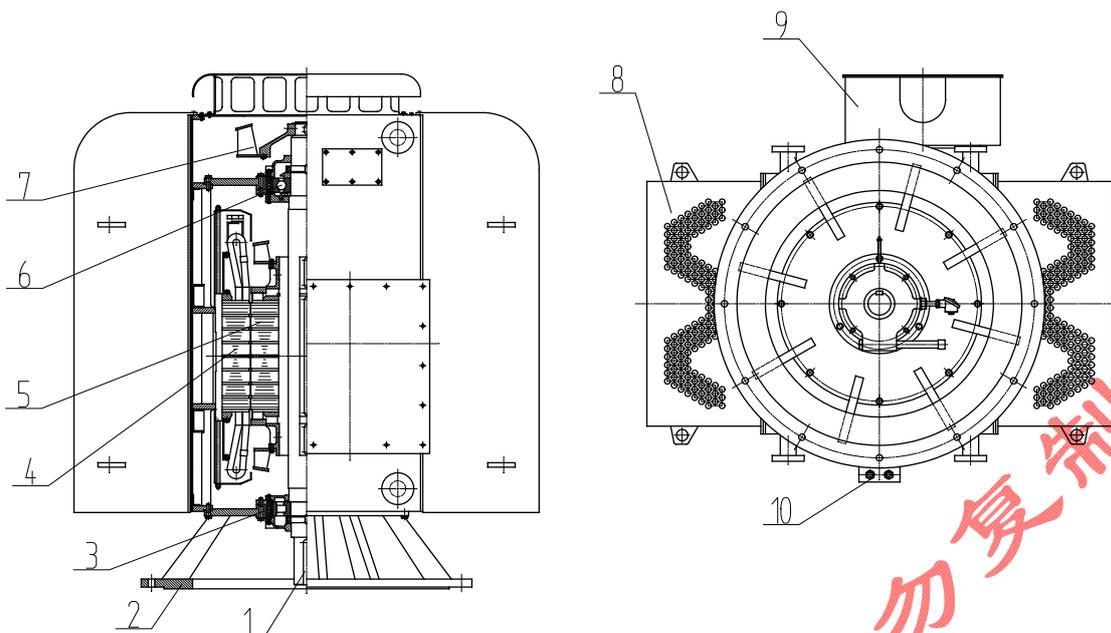

图 1-9 立式安装电动机结构示意图(主视图半剖)
1.4.3.8 立式安装电动机（图 1-9 为鼠笼型结构电机），安装方式：IMV1，冷却方式：IC61，防护等级：IP44/54/55